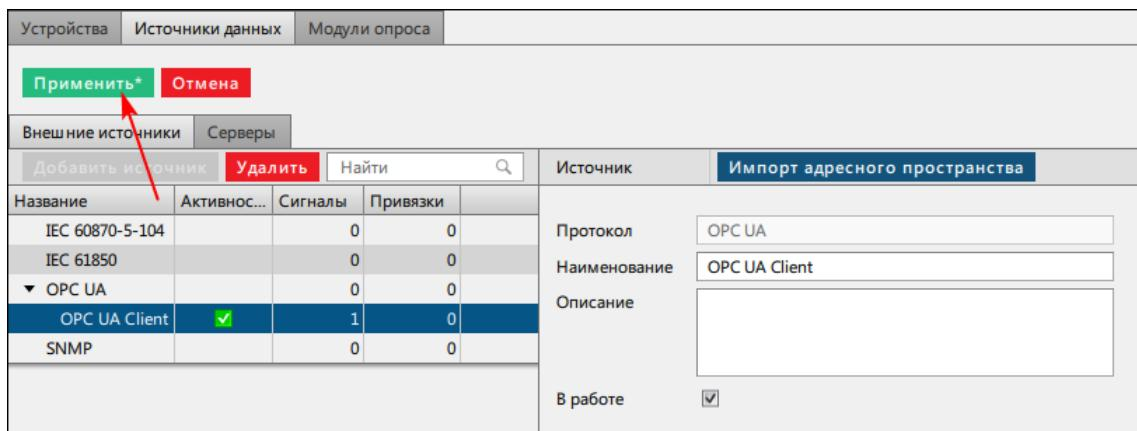

Рисунок 218 - Применить
10. Нажмите Применить (Рисунок 218).